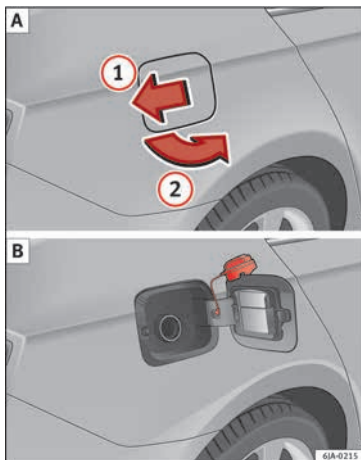

Abb. 48 Fahrzeugseite hinten rechts: Tankklappe / Tankklappe mit abgeschraubtem Verschluss
- Drücken Sie in Pfeilrichtung auf die Tankklappe ① » » **Abb. 48 A** und öffnen Sie die Klappe in Pfeilrichtung ②.
- Stecken Sie den Tankverschluss in den oberen Teil der Tankklappe » » **Abb. 48 B**.